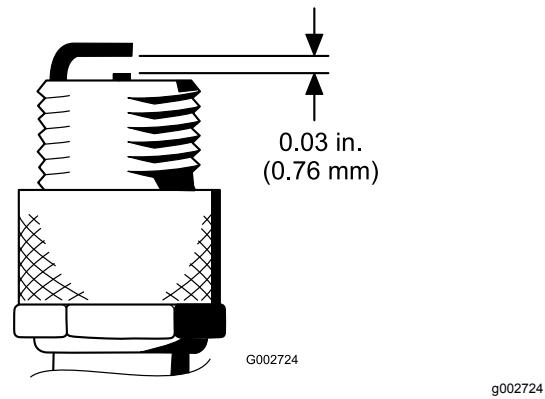

図 29
- 図 29のように、電極間のエアギャップを 0.76mmに調整する。